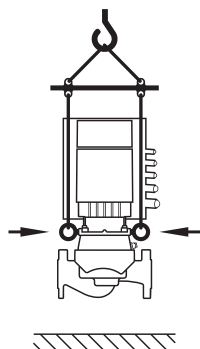

Fig. 8: Sūkņa transportēšana
- Sūkņa transportēšana jāveic ar atļautiem kravas pacelšanas līdzekļiem (piem., polispasts, krānu utt.). Tie jānostiprina pie motora atloka esošajām transportēšanas cilpām (Fig. 8, attēlots: celšanas virziens ar vertikālo motora vārpstu).